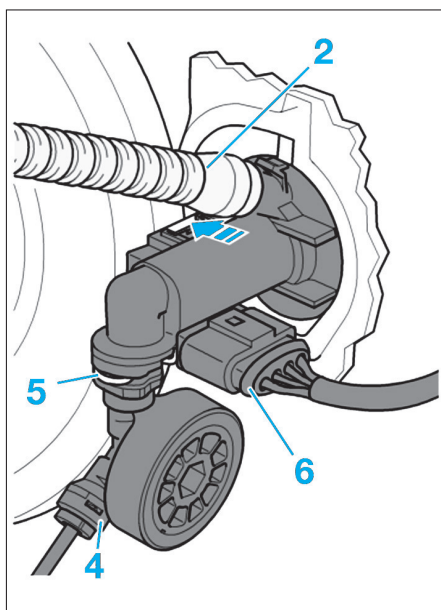

Fig. 6
- Débrancher la canalisation de refoulement (4) en ayant au préalable déposé l'agrafe de sûreté (5) (Fig.6).
- Débrancher le connecteur électrique du capteur de position d'embrayage (6).